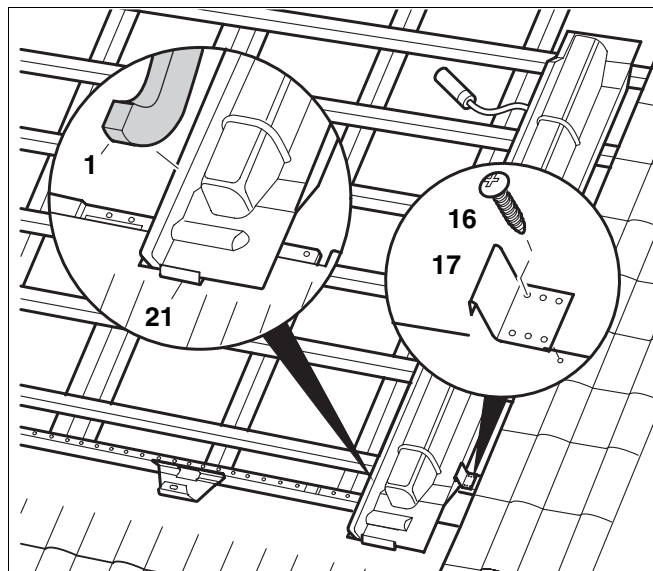
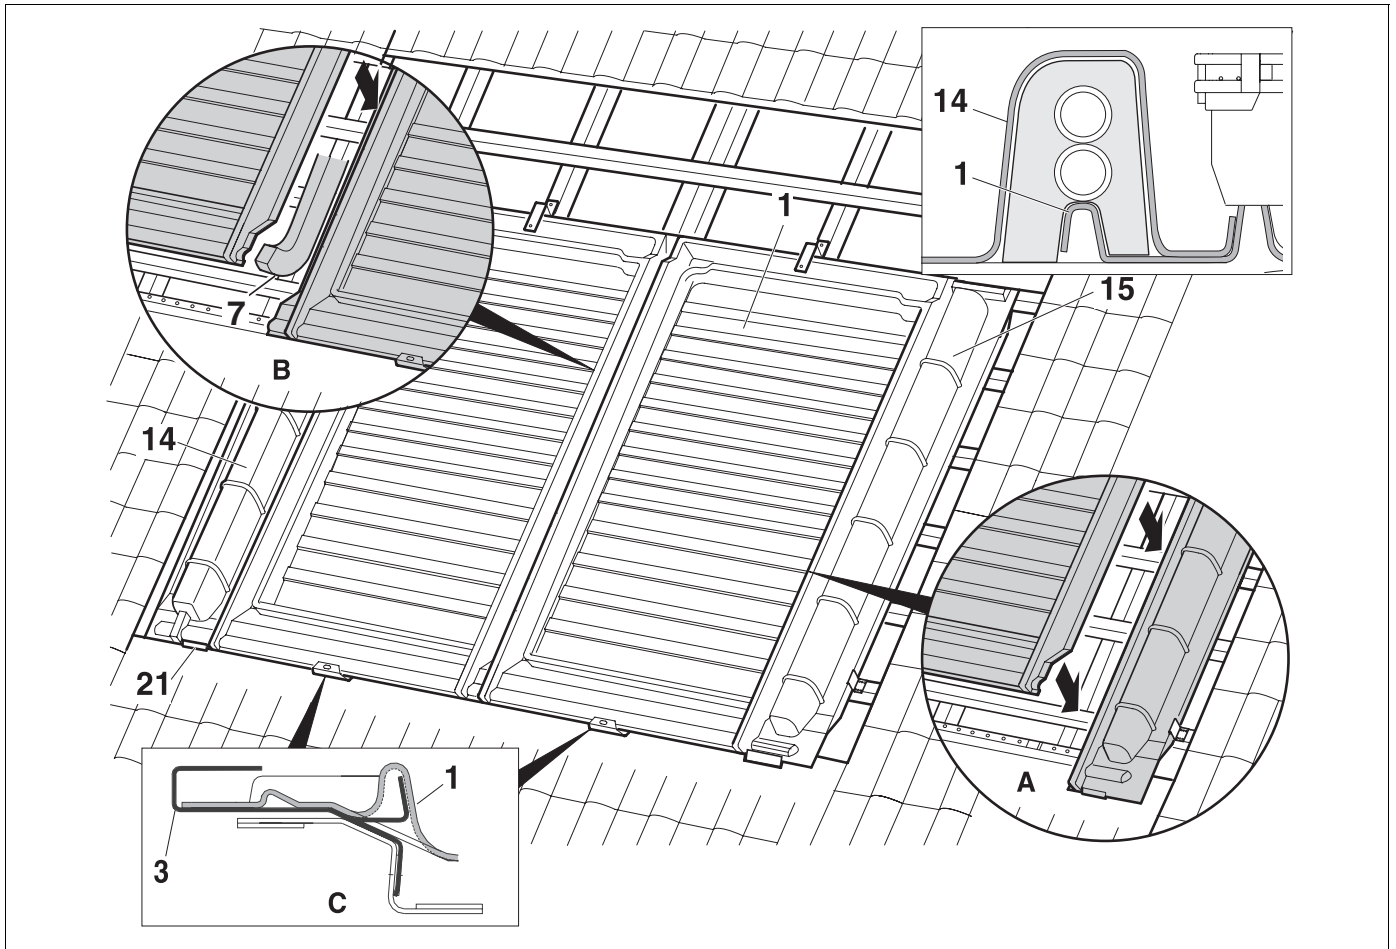

Abb. 37
Abb. 38 Eindeckwannen auflegen
- Als zusätzliche Abdichtungsmaßnahme empfehlen wir, auf die linken Ränder des Abschlusskanals und der Eindeckwannen, ein 2,1 m langes Kompriband Abb. 37, Pos. 1 und Abb. 38, Pos. 2 zu kleben.
Rechte Randerhebung der neuen Wanne auf die linke Erhebung der bereits aufgelegten Wanne legen (B). Empfehlung: Kompriband (Abb. 38, Pos. 2) wie bei Abschlusskanal aufkleben. Auf korrekten Sitz im Kollektorhalter achten (C).
- Den linken Abschlusskanal (14) analog zu den Eindeckwannen auflegen.